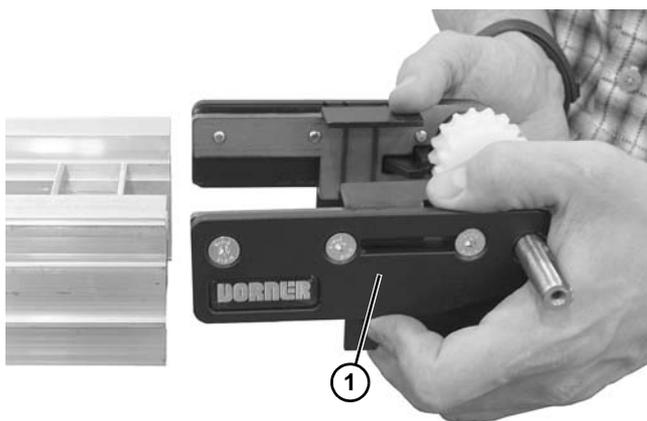

Figure 44
5. Retirer l'extrémité entraînement (Figure 44, élément 1) du convoyeur.